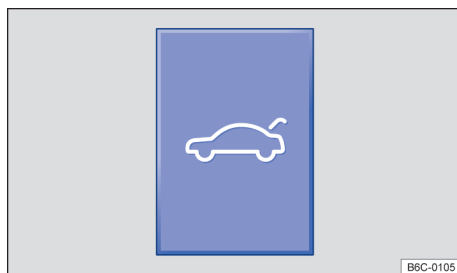

Fig. 62 No console central: botão de destravamento da tampa traseira.
- OU: no console central, pressionar o botão  → Fig. 62.